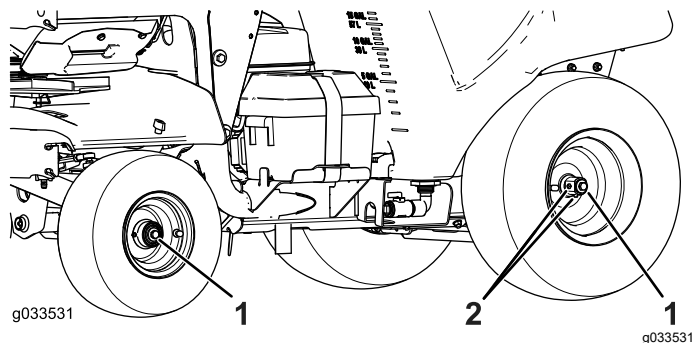

Figure 81
1. Serrez les 4 boulons d'essieu des roues avant et arrière (Figure 81) à 48 N·m (35 pi-lb).